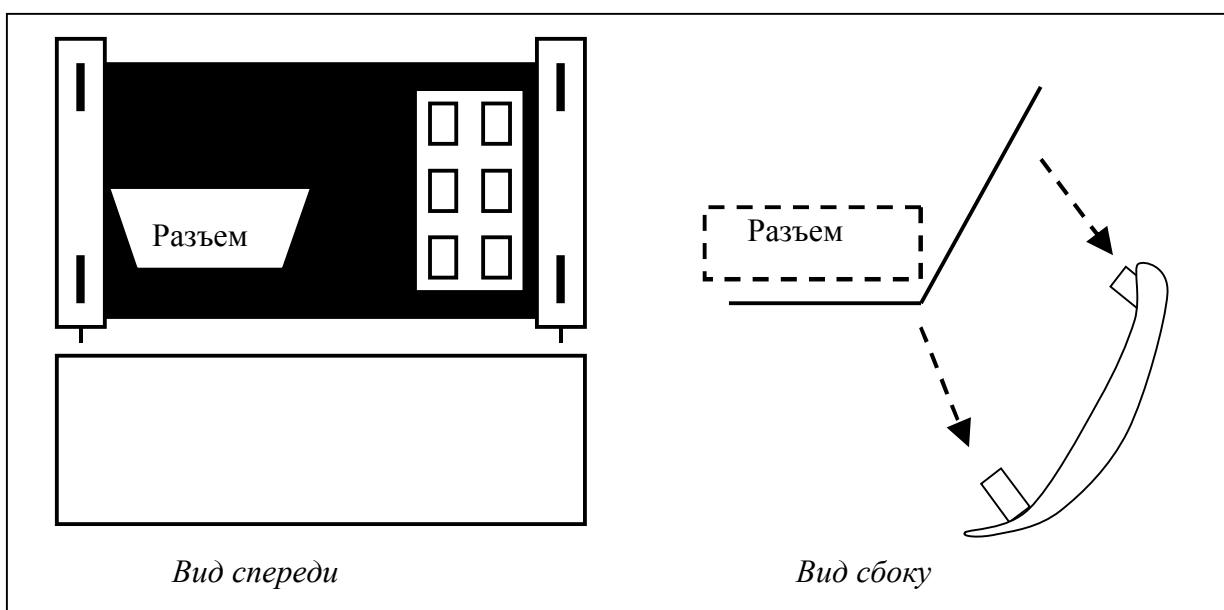

Рис. 15. Защитный кожух.
- большой кожух из твердого пластика, под цвет отделки салона автомобиля, закрывающий разъем OBDII и колодку предохранителей (см. Рис. 15);